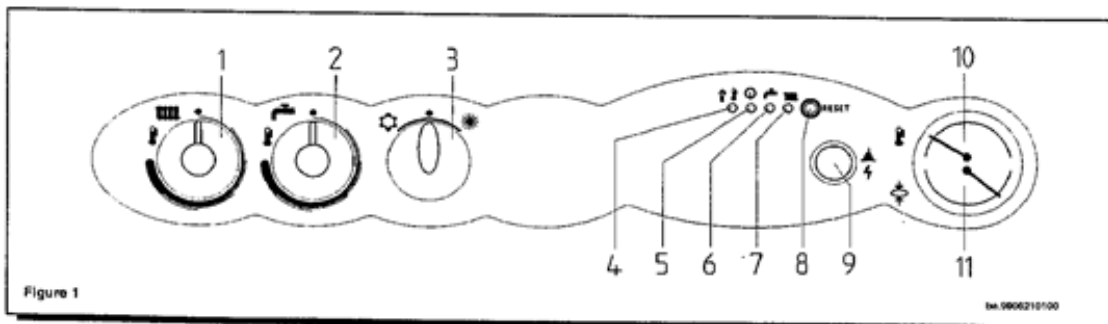

Figure 1
Important: Pour valider les fonctions de télécontrôle, il est nécessaire que le sélecteur (3) de la figure 1 soit positionné sur ETE (☀️). Dans ce cas, les voyants de fonctionnement de la chaudière (6 et 7, figure 1) clignotent respectivement pour la demande de chaleur pour l'eau de chauffage ou sanitaire. Les dispositifs de réglage des températures (1 et 2, figure 1) ne sont pas validés.